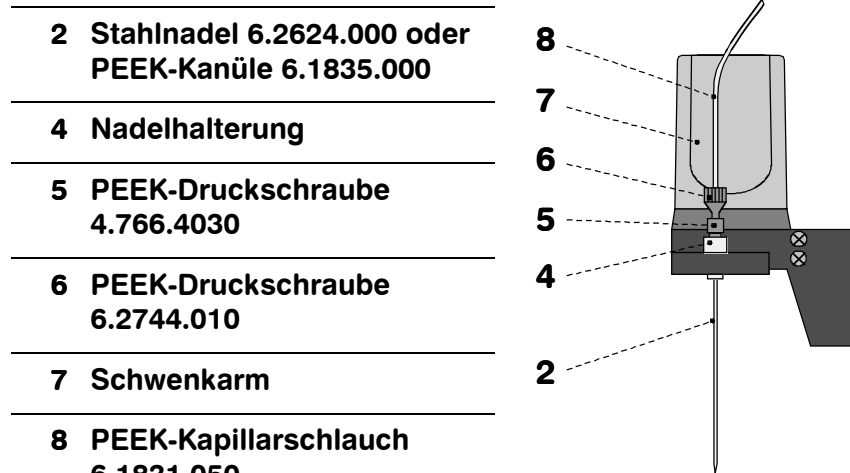
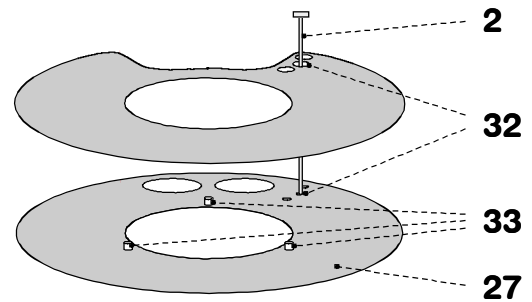

Abb. 6: Nadel montieren
Abb. 8: Rack justieren
- Ein Ende des PEEK-Kapillarschlauchs **8** mit Hilfe der montierten PEEK-Druckschraube **6** an der bereits auf der Nadelhalterung **4** angeschraubten PEEK-Druckschraube **5** festschrauben (siehe *Abb. 6*).
- Kupplung **35** auf das Eingangsende des Pumpschlauchs **10** aufstecken (siehe *Abb. 6*).
Wird der IC Sample Processor 766 für ein IC-System mit Probendialyse eingesetzt (siehe *Kap. 2.4.6*), so wird anstelle der am IC Sample Processor 766 montierten Schlauchquetschpumpe die Pumpe an der Dialysis Unit 754 für die Probenförderung benutzt. Die Schlauchverbindungen zwischen Dialysis Unit 754 und IC Separation Center 733 werden gemäss *Abb. 8* der *Gebrauchsanweisung 754* erstellt. Die einzige Änderung betrifft die Zuleitung der Probe, die wie folgt installiert wird:
Am Eingangsende des an der Dialysis Unit 754 angeschlossenen PTFE-Schlauchs **26** (6.1803.030, siehe *Abb. 8 GA 754*) eine PEEK-Druckschraube 6.2744.010 montieren und diese an der PEEK-Druckschraube **5** (siehe *Abb. 6*) festschrauben.